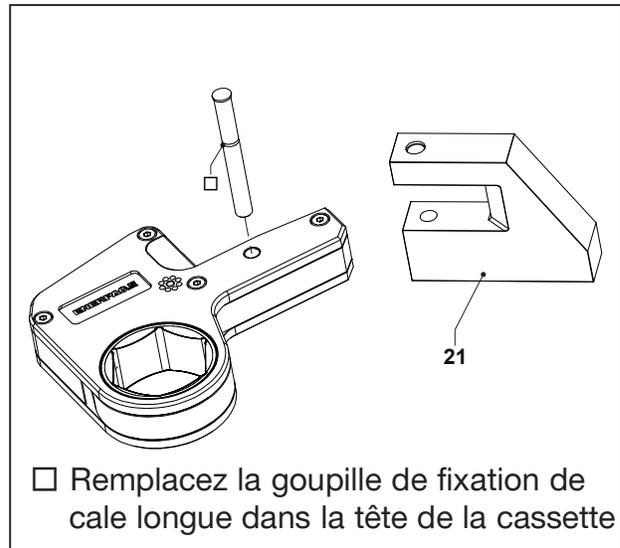

Fig. 7
3.4.1 Raccordement de la palette de réaction WRP (fig. 7)
- Installer la cassette dans le logement de la palette de réaction WRP (21) en alignant les trous de la palette sur ceux de la cassette.